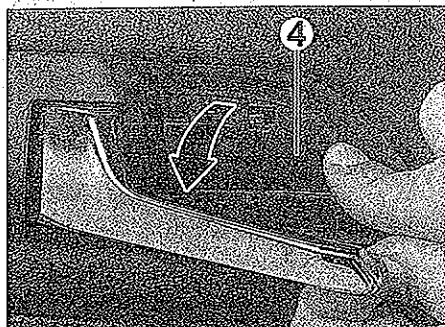

FIG. 47
- Desenchufar el conector (3) del altavoz.
- el revestimiento interior (4) de empuñadura de apertura (fig. 47).
- Desmontar la tapa interior (4) de la empuñadura de apertura de puerta (fig. 47).